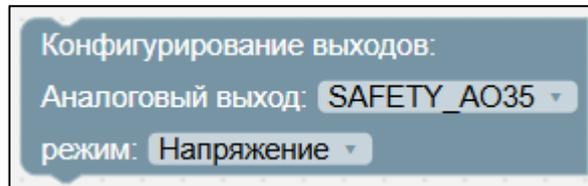

Рисунок II-29 – Блок «Конфигурирование выходов»
2. Блок «Конфигурирование выходов» (см. Рисунок II-29).